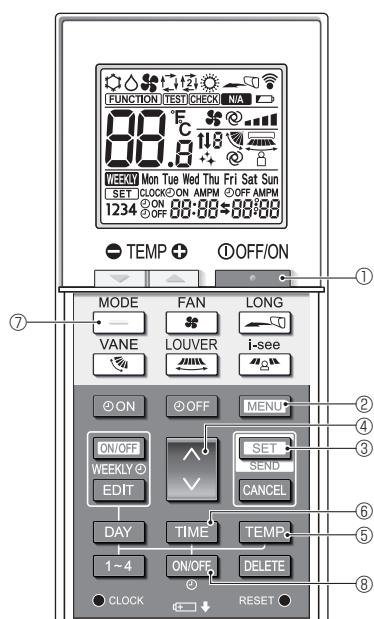
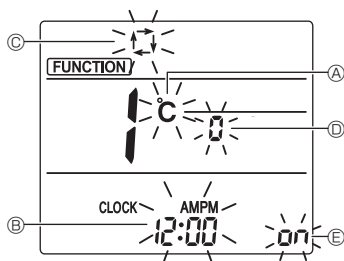

Fig. 4-10
Fig. 4-11
- Appuyez sur la touche **STOP** ① pour arrêter le climatiseur.
- Appuyez sur la touche **MENU** ②.
- Vérifiez que la fonction n° "1" est affichée puis appuyez sur la touche **SET** ③.
- L'écran Réglage des fonctions s'affiche et le n° de la fonction (A) clignote. (Fig. 4-10)
- Appuyez sur la touche **↑** ④ pour changer le n° de fonction.
4.13.2. Changement de l'unité de température (Fig. 4-11 (A))
- Appuyez sur la touche **TEMP** ⑤.
- À chaque pression sur la touche **TEMP** ⑤, le réglage change entre °C et °F.
4.13.3. Changement de l'affichage de l'heure (Fig. 4-11 (B))
- Appuyez sur la touche **TIME** ⑥.
- À chaque pression sur la touche **TIME** ⑥, le réglage change entre ^{AMPM}12:00 et ^{AMPM}24:00.
4.13.4. Changement du mode AUTO (Fig. 4-11 (C))
- Appuyez sur la touche **—** ⑦.
- À chaque pression sur la touche **—** ⑦, le réglage change entre  et .
4.13.5. Changement du n° de paire (Fig. 4-11 (D))
- Appuyez sur la touche **↑** ④.
- À chaque pression sur la touche **↑** ④, le n° de paire 0-3 change.
- Appuyez sur la touche **ON/OFF** ⑧.
- À chaque pression sur la touche **ON/OFF** ⑧, le réglage change entre **ON** et **FF**.
- Appuyez sur la touche **SET** ③.
- Le n° de fonction (A) clignote. (Fig. 4-10)